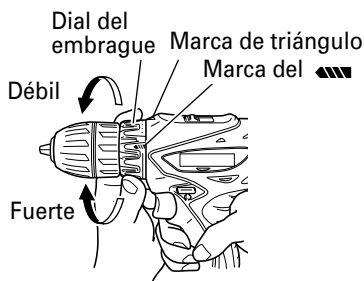

Fig. 9
6. Confirmar la posición del dial del embrague (Ver la Fig. 9).
##### (2) Indicación del par de apriete (Consulte la Fig. 9)
#### (3) Ajuste del par de apriete (Consulte la Fig. 9)